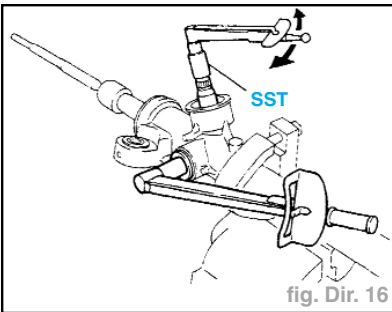

fig. Dir. 16
- A l'aide du SST et d'une clé dynamométrique, serrer le couvercle du ressort de guide de crémaillère jusqu'à ce que la précontrainte soit conforme aux spécifications (SST réf. **09612-24014**) (fig. Dir. 16).